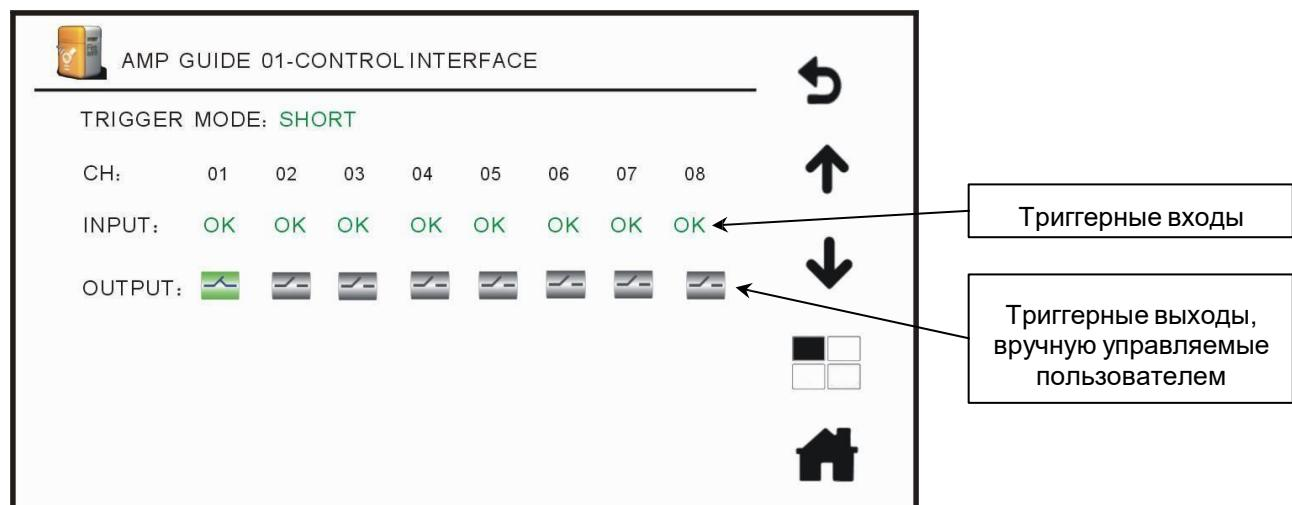

Рис. 4.14. Интерфейс управляющих сигналов коммутатора усилителей
7. CONTROL INTERFACE отображает состояние интерфейса управляющих сигналов. Нажмите на этот значок и войдите в подменю **CONTROL INTERFACE** (интерфейс управляющих сигналов), чтобы проверить состояние интерфейсов управляющих сигналов текущего коммутатора, как показано на Рис. 4.14.